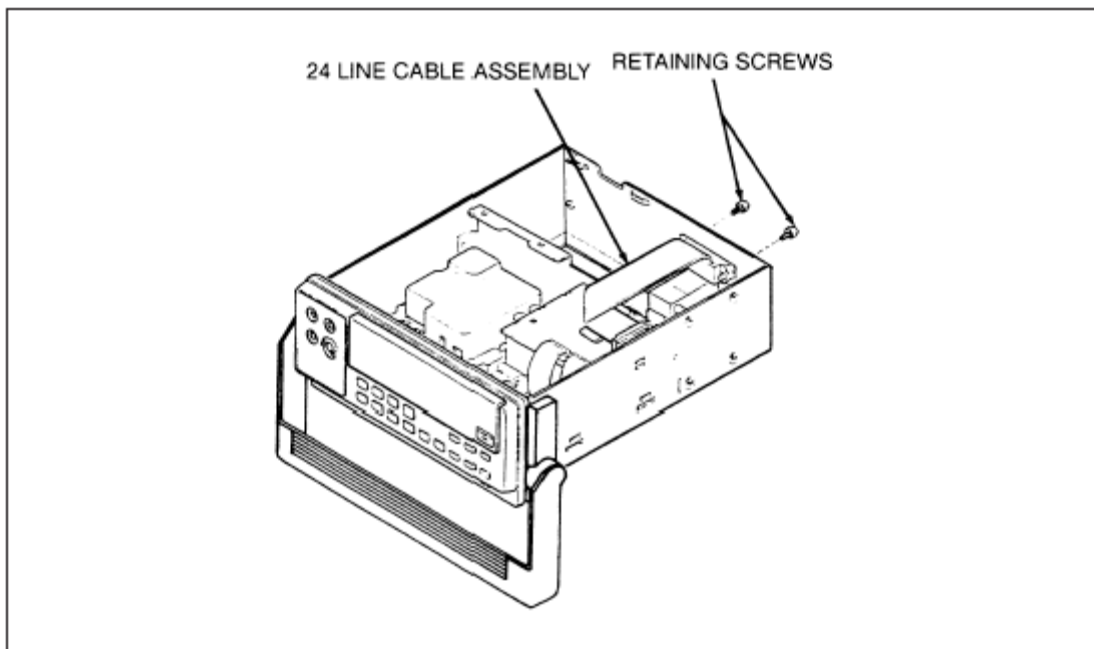

图 8-2 IEEE-488 接口连接器
3. 用一把尖嘴钳从 IEEE-488 电路板上拔下 24 线电缆组件，如图 8-2 所示；
7. 将 24 线电缆组装到 IEEE-488 电路板上（如图 8-2）；